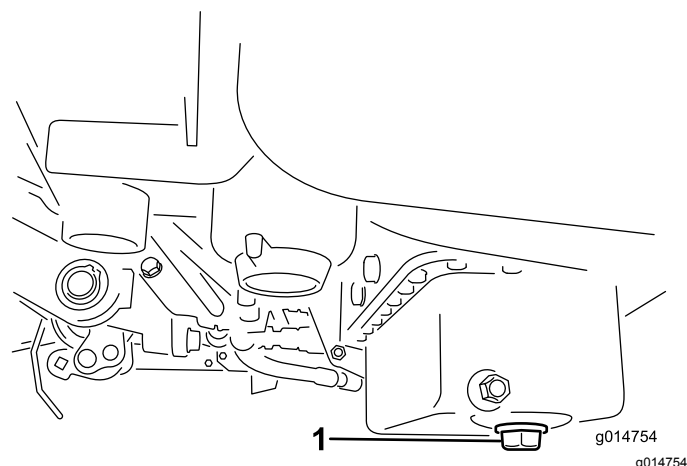

図 40
1. ドレンプラグを外してオイルを容器に受ける。オイルが抜けたらドレンプラグを取り付ける 図 40。